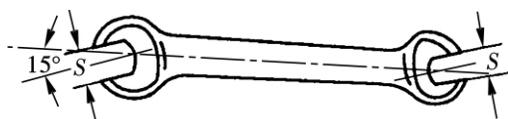

图 1-1 开口扳手
(1) 开口扳手。开口扳手是最常见的一种扳手，如图 1-1 所示。其开口的中心平面
和本体中心平面成  $15^\circ$  角,这样既能适应人手的操作方向,又可降低对操作空间的要求。其规格是以两端开口的宽度  $S$  (mm) 来表示的,如图 1-1 所示;通常是成套装备,有八件一套、十件一套等;通常用 45 号、50 号钢锻造,并经热处理。